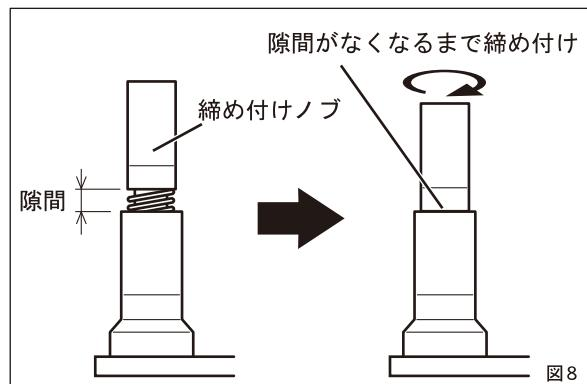

図8
- ⑤溝切機のスイッチをOFFにし、締付けノブを隙間がなくなるまで締めてください。（図8）